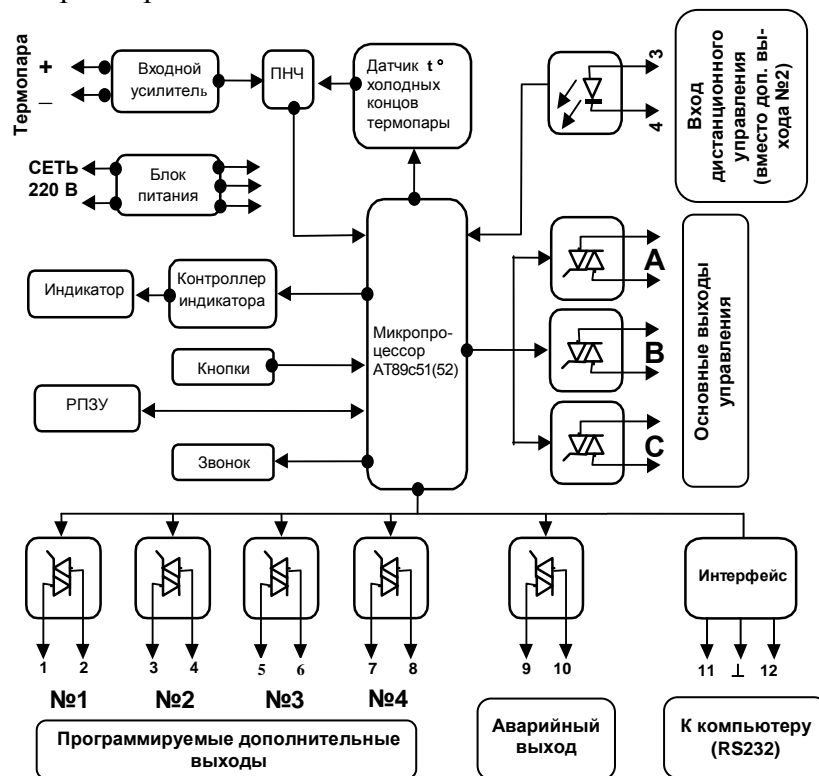

Рисунок 3. Функциональная схема регулятора
1.3.5 На функциональной схеме (см. рисунок 3) изображены основные узлы регулятора. Напряжение термопары усиливается и поступает на вход преобразователя напряжение-частота (ПНЧ), где суммируется с напряжением датчика температуры холодных концов термопары.